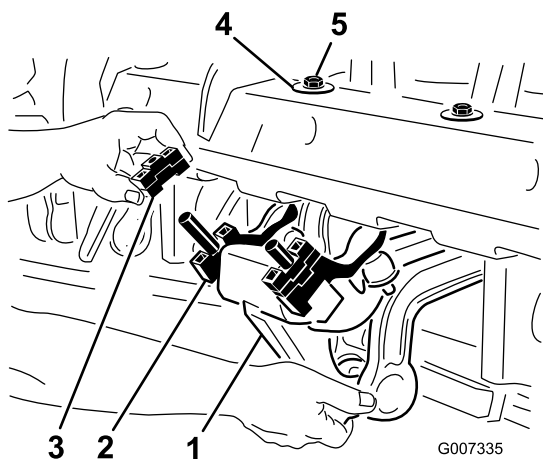

图26
1. 卸下将 Roto-Link 阻尼器总成固定至打孔头机架底部的锁紧螺母 $\frac{1}{2}$ 英寸 图26。
2. 降低阻尼器总成与隔片接触 图26。
4. 再次将阻尼器总成组装到打孔头机架上。确保 D 垫圈按 图26 中所示靠住打孔头机架安装。固定 2 个锁紧螺母。